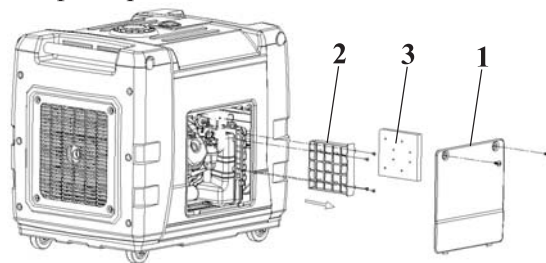

Рис. 4
7.4.1 Открутите винты и демонтируйте крышку **1** (рис. 4).
картридж воздушного фильтра 2 (рис. 4) Снимите фильтрующий элемент 3 (рис. 4).